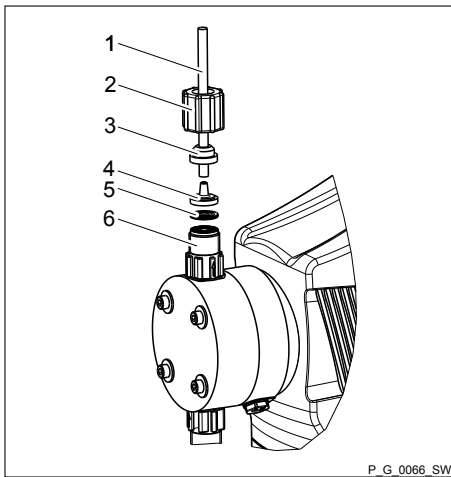

Abb. 10: Ausführungen PP, NP, PV, TT
2. Die Überwurfmutter (2) und den Klemmring (3) über den Schlauch (1) ziehen - siehe Abb. 10.
3. Das Schlauchende (1) bis zum Anschlag über die Tülle (4) schieben, falls nötig weiten.